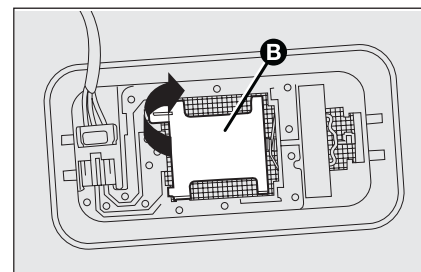

fig. 36
- ☐ abrir la tapa **B-fig. 36** como se indica;